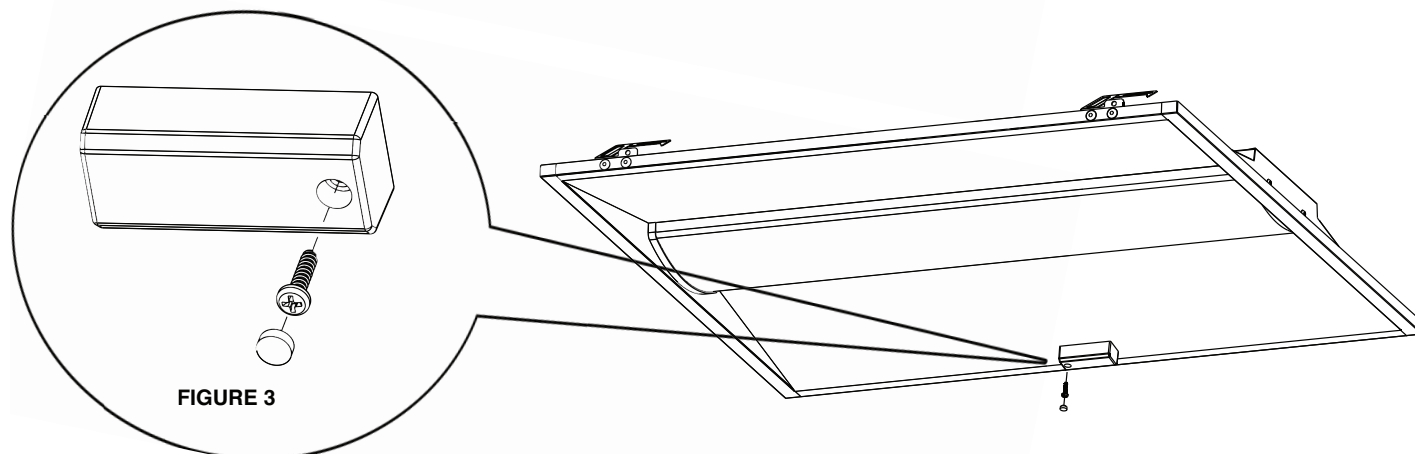

FIGURE 3
3. Fixer le noeud c-Max™ sur place en serrant la vis M3 à tête ronde fournie avec une clé hexagonale (Allen) (non fournie). Une fois la vis fixée, la couvrir avec le bouchon en silicone (voir **Fig. 3** - dessin à titre d'exemple uniquement. La vis réelle peut avoir un aspect différent).